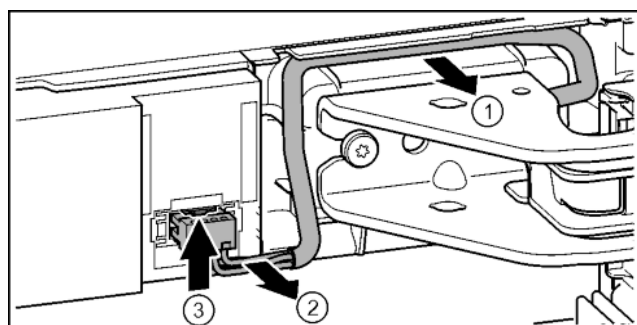

Fig. 19
- ▶ Осторожно освободить кабель над опорным кронштейном из направляющей. Fig. 19 (1)
- ▶ Аккуратно вытянуть жилы кабеля из канала. Fig. 19 (2)
- ▶ Прижать соединительную накладку вверх и осторожно вынуть штекер. Fig. 19 (3)